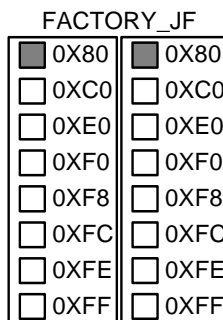

図 7 : DCM FACTORY_JF 設定の修正ブロック
- 図 7 に示すように、FACTORY_JF DCM 属性の設定で 2 つの 0X80 オプションをオンにします。